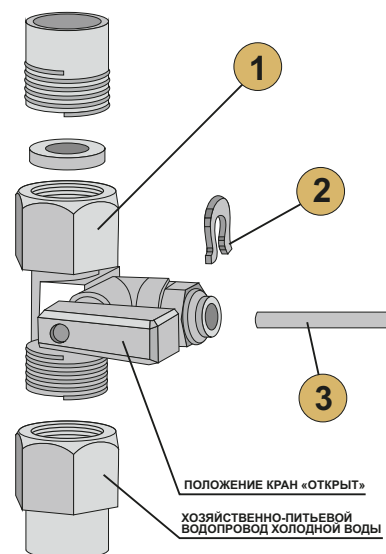

Рисунок 2
ВНИМАНИЕ! При подсоединении переходника (1) (рис.2) нельзя прилагать значительные усилия, чтобы его не повредить. В случае любого механического повреждения переходника (1) при неправильной установке и использовании претензии приниматься не будут.